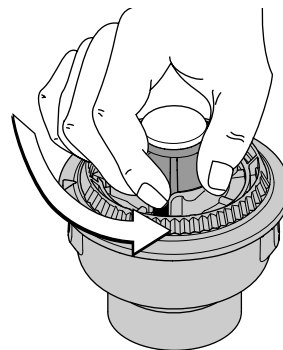

Fig. 54
- Tenez la bobine extérieure et dévissez le bouton de butée à gauche (Fig. 54).